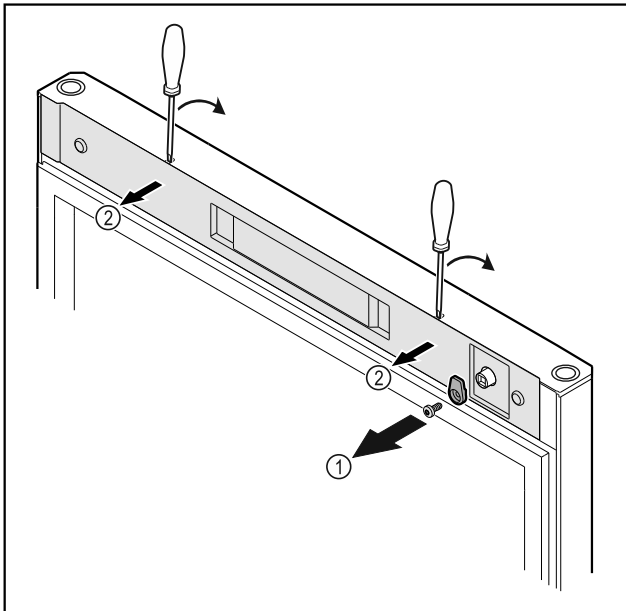

Fig. 10
- Ξεβιδώστε το άγκιστρο κλεισίματος Fig. 10 (1).
- Ξεκουμπώστε το κάλυμμα Fig. 10 (2) με ένα μικρό κατασβίδι και αφαιρέστε το.